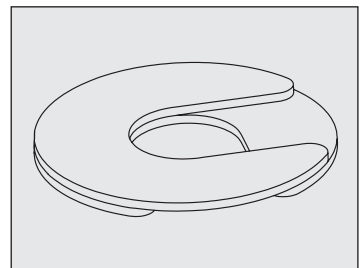

Fig. 7. Instalar varios calzos con ranuras de desplazamiento.
- Si se usa más de una calza, asegúrese de que estén giradas 90° entre sí. Véase la fig. 7.
- **NO** utilice más de cuatro (4) calzas en una misma rueda.